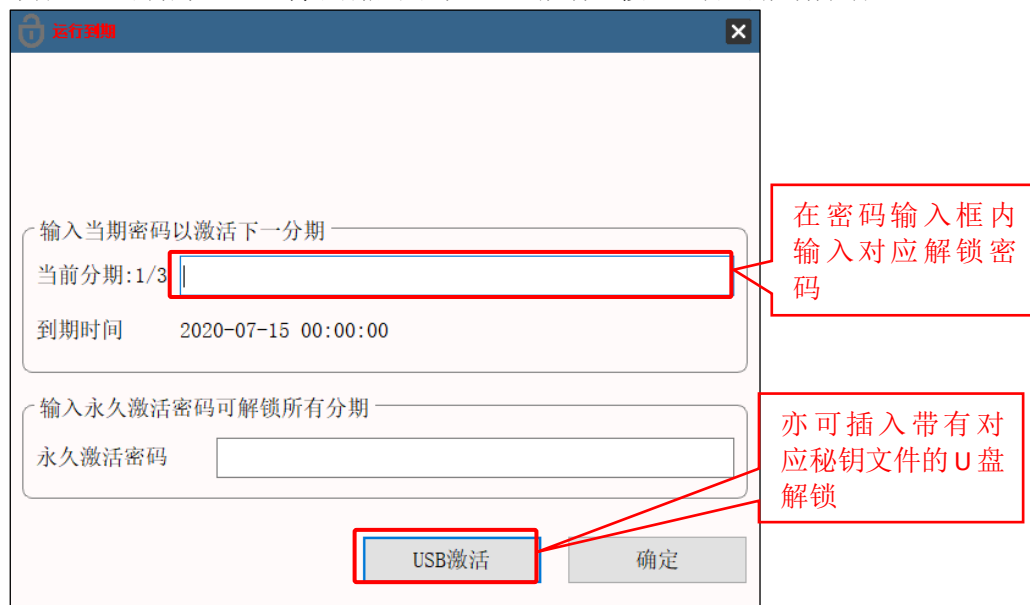

图 13.2-17 静态方案运行到期提示框
⑥ 组态完成后点击确定，保存设置并关闭设置界面。
⑦ 模拟期限到期运行：工程启动后弹出【运行到期】提示框，如图 13.2-17 所示。用户在密码输入框内，输入组态时设定的对应分期的解锁密码，确认后即可激活该分期，工程可正常使用至下一分期的锁定日期。或插入含当期 USB 密钥的 U 盘，待识别后点击【USB 激活】按钮，亦可激活分期。